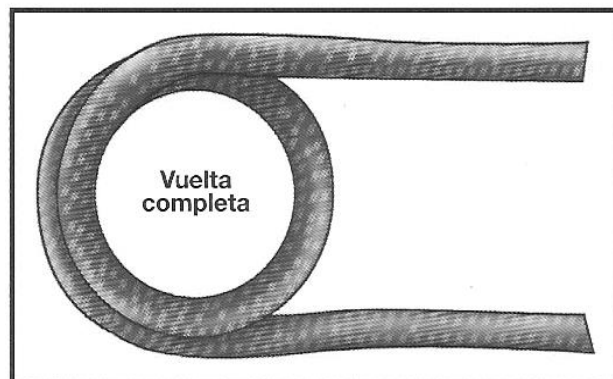

Figura 6.16 Vuelta completa.
- La *vuelta completa* consiste en doblar más un de los lados de una gaze (véase la figura 6.16).